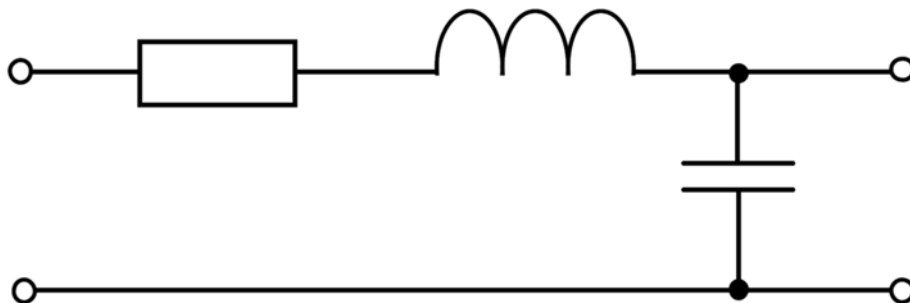

Рис. 22
3.2 Для измерения параметров катушки используют Q -метр, изображенный на рис. 22, принцип действия которого основан на явлении резонанса напряжений.